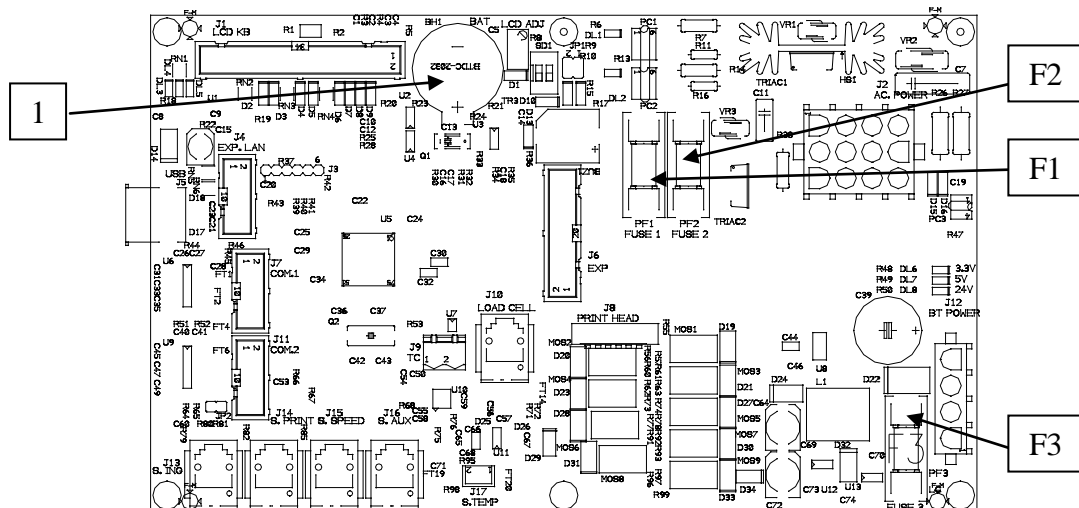

fig. 5.16
La batteria di mantenimento dati (*MBB* nello schema elettrico al cap.6 e pos.1-fig.5.16) è posta sulla scheda generale ed è necessario sostituirla quando viene visualizzato a display il corrispondente messaggio: “ **BATTERIA SOSTITUIRE** ”.